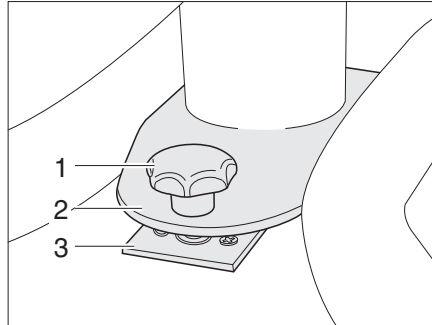

Fig. 87 Bloqueo mesa fija
- Colocar la mesa fija con la placa con agujero (Fig. 87,2) sobre la sujeción (Fig. 87,3).
- Desplazar la mesa fija de tal manera que el tornillo de sujeción (Fig. 87,1) pueda atornillarse en la sujeción (Fig. 87,3).